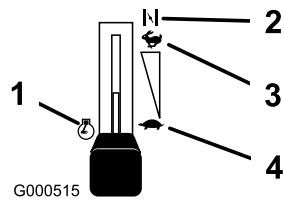

Bild 11
3. Stellen Sie den Gasbedienungshebel auf Choke (Bild 11), bevor Sie einen kalten Motor anlassen.
5. Schieben Sie den Gasbedienungshebel, sobald der Motor angesprungen ist, auf Schnell (Bild 11). Stellen Sie, wenn der Motor aussetzt oder unregelmäßig läuft, den Gasbedienungshebel für ein paar Sekunden wieder zurück auf Choke. Schieben Sie dann den Gasbedienungshebel in die gewünschte Stellung. Wiederholen Sie diesen Vorgang nach Bedarf.
1. Stellen Sie dann den Gasbedienungshebel auf „Schnell“ (Bild 11).